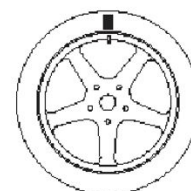

Fig28
- Bring ventilen i 12-timers position, og markér ventilens position på dækket (se Fig28).
8. Drej hjulet, indtil alle positionspil-LED'er lyser, og markér derefter 12-timers positionen som vist i Fig28.